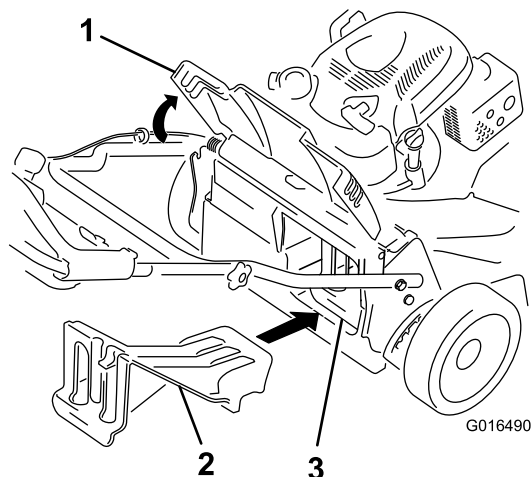

Figure 24
- Si l'obturateur d'éjection arrière n'est pas installé, saisissez-le par la poignée, relevez le volet arrière et insérez-le dans la goulotte d'éjection arrière jusqu'à ce que le dispositif de verrouillage s'enclenche; voir Figure 24.
Important: Assurez-vous que l'obturateur de la goulotte d'éjection arrière est en place avant de procéder au recyclage (Figure 24).